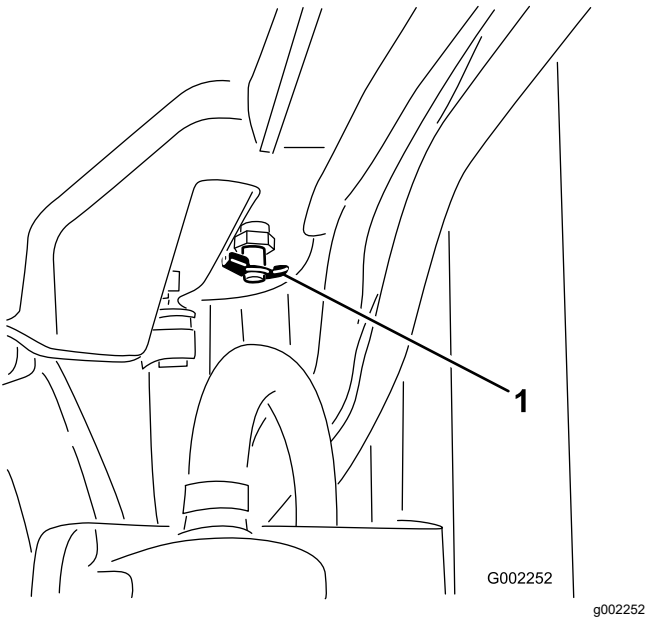

Figure 94
4. Ouvrez le robinet de vidange et vidangez le liquide de refroidissement dans le bac (Figure 94).
5. Fermez le robinet de vidange (Figure 94).